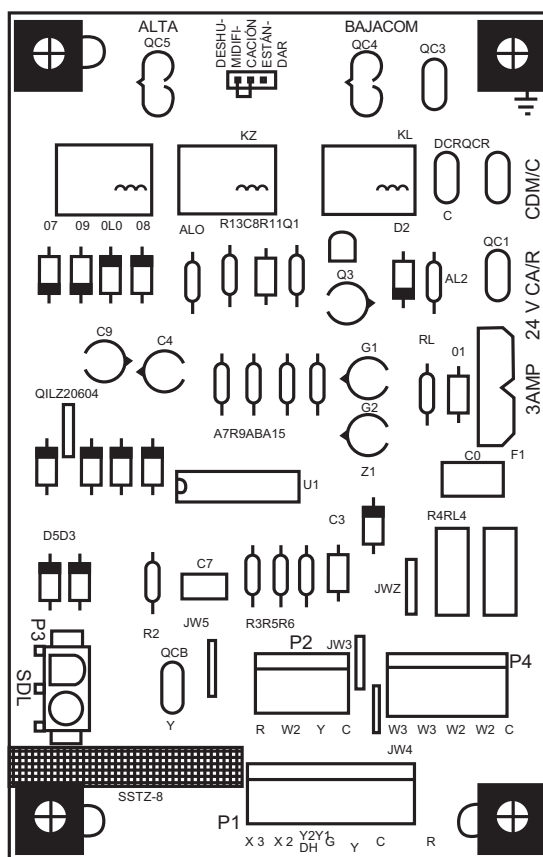

Fig. 19 – Placa de la interfaz del ventilador (IFB)
La velocidad de enfriamiento tiene la marca “LOW” (Baja) en la placa de la interfaz del ventilador (IFB) (consulte la Fig. 19). La configuración de fábrica se indica en la Tabla 4. Hay disponible 4 cables adicionales para la toma de velocidad que se pueden usar en la calefacción o el enfriamiento eléctricos (si desea conocer la codificación por colores de los cables del motor del ventilador de interiores, consulte la Tabla 3). Los 4 cables adicionales para la toma de velocidad se suministran sueltos con tapas de vinilo y se encuentran en la caja de control, cerca de la placa de la interfaz del ventilador (IFB) (consulte la Fig. 19).
2. Quite el cable actual de la toma de velocidad del terminal “LOW” (Baja) de la placa de la interfaz del ventilador (IFB) (consulte la Fig. 19) y coloque la tapa de vinilo sobre el conector del cable.
1. Con la Fig. 19, mueva el puente DEHUM de dos pasadores de la posición “STD” a la posición “DEHUM”.
2. Quite el cable de la toma de velocidad del terminal “LOW” (Baja) de la placa de la interfaz del ventilador (IFB) (consulte la Fig. 19).
1. Mueva el puente DEHUM de dos pasadores ubicado en la placa de control (consulte la Fig. 19), de la posición “STD” a la posición “DEHUM”.
Cuando no se utiliza la función DEHUM, la velocidad continua del ventilador será la misma que la velocidad del ventilador de enfriamiento. Cuando se utiliza la función DEHUM, el ventilador continuo funciona en la velocidad “LOW”(Baja) de la IFB cuando el cable de control de DH no tiene energía o en la velocidad “HIGH” (Alta) de la IFB cuando el cable de control de DH tiene energía (consulte la Fig. 19).